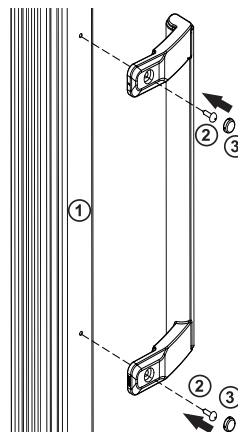

Рис.5
1. Расположите ручку на боковой стороне двери, совместив отверстия на ручке с отверстиями на двери. Рис.5